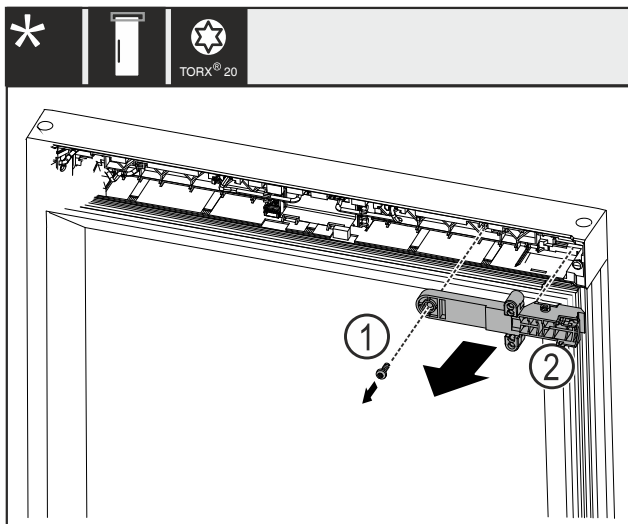

Fig. 21
- ▶ Odstraňte šroub Fig. 21 (1).
- ▶ Odstraňte přídržný díl zámku Fig. 21 (2).